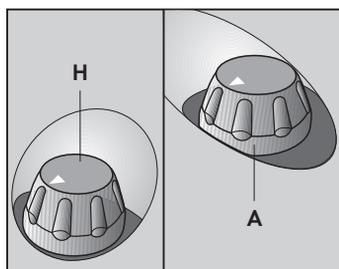

Fig. 10
- Attendere che la caldaia raggiunga la pressione di esercizio. Quando la spia verde (L) si accende, l'apparecchio è pronto per l'uso.
- Per ottenere la modulazione della quantità di erogazione vapore, agire sulla manopola (H) (**Fig. 10**) ruotandola in senso orario per una maggiore quantità di vapore ed in senso antiorario per diminuire il flusso.
- Per regolare l'aspirazione agire sulla manopola (A), ruotandola in senso orario per una maggiore aspirazione ed in senso antiorario per una minore aspirazione. (**Fig. 10**)